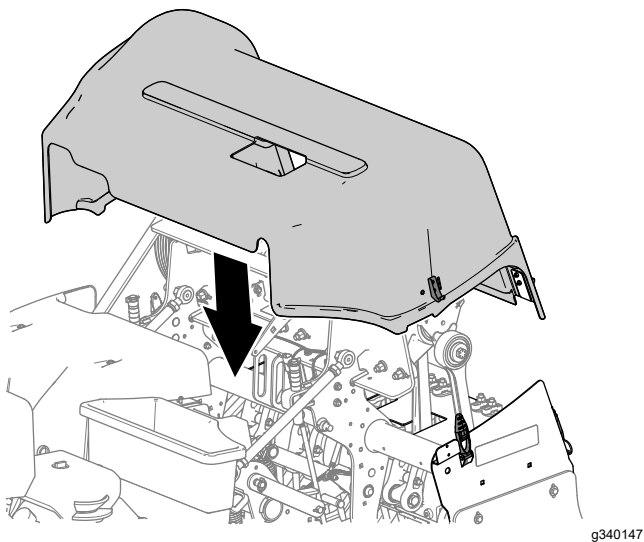

Figura 141
1. Alinee la cubierta del cabezal de perforación con la máquina, como se muestra en la Figura 141.